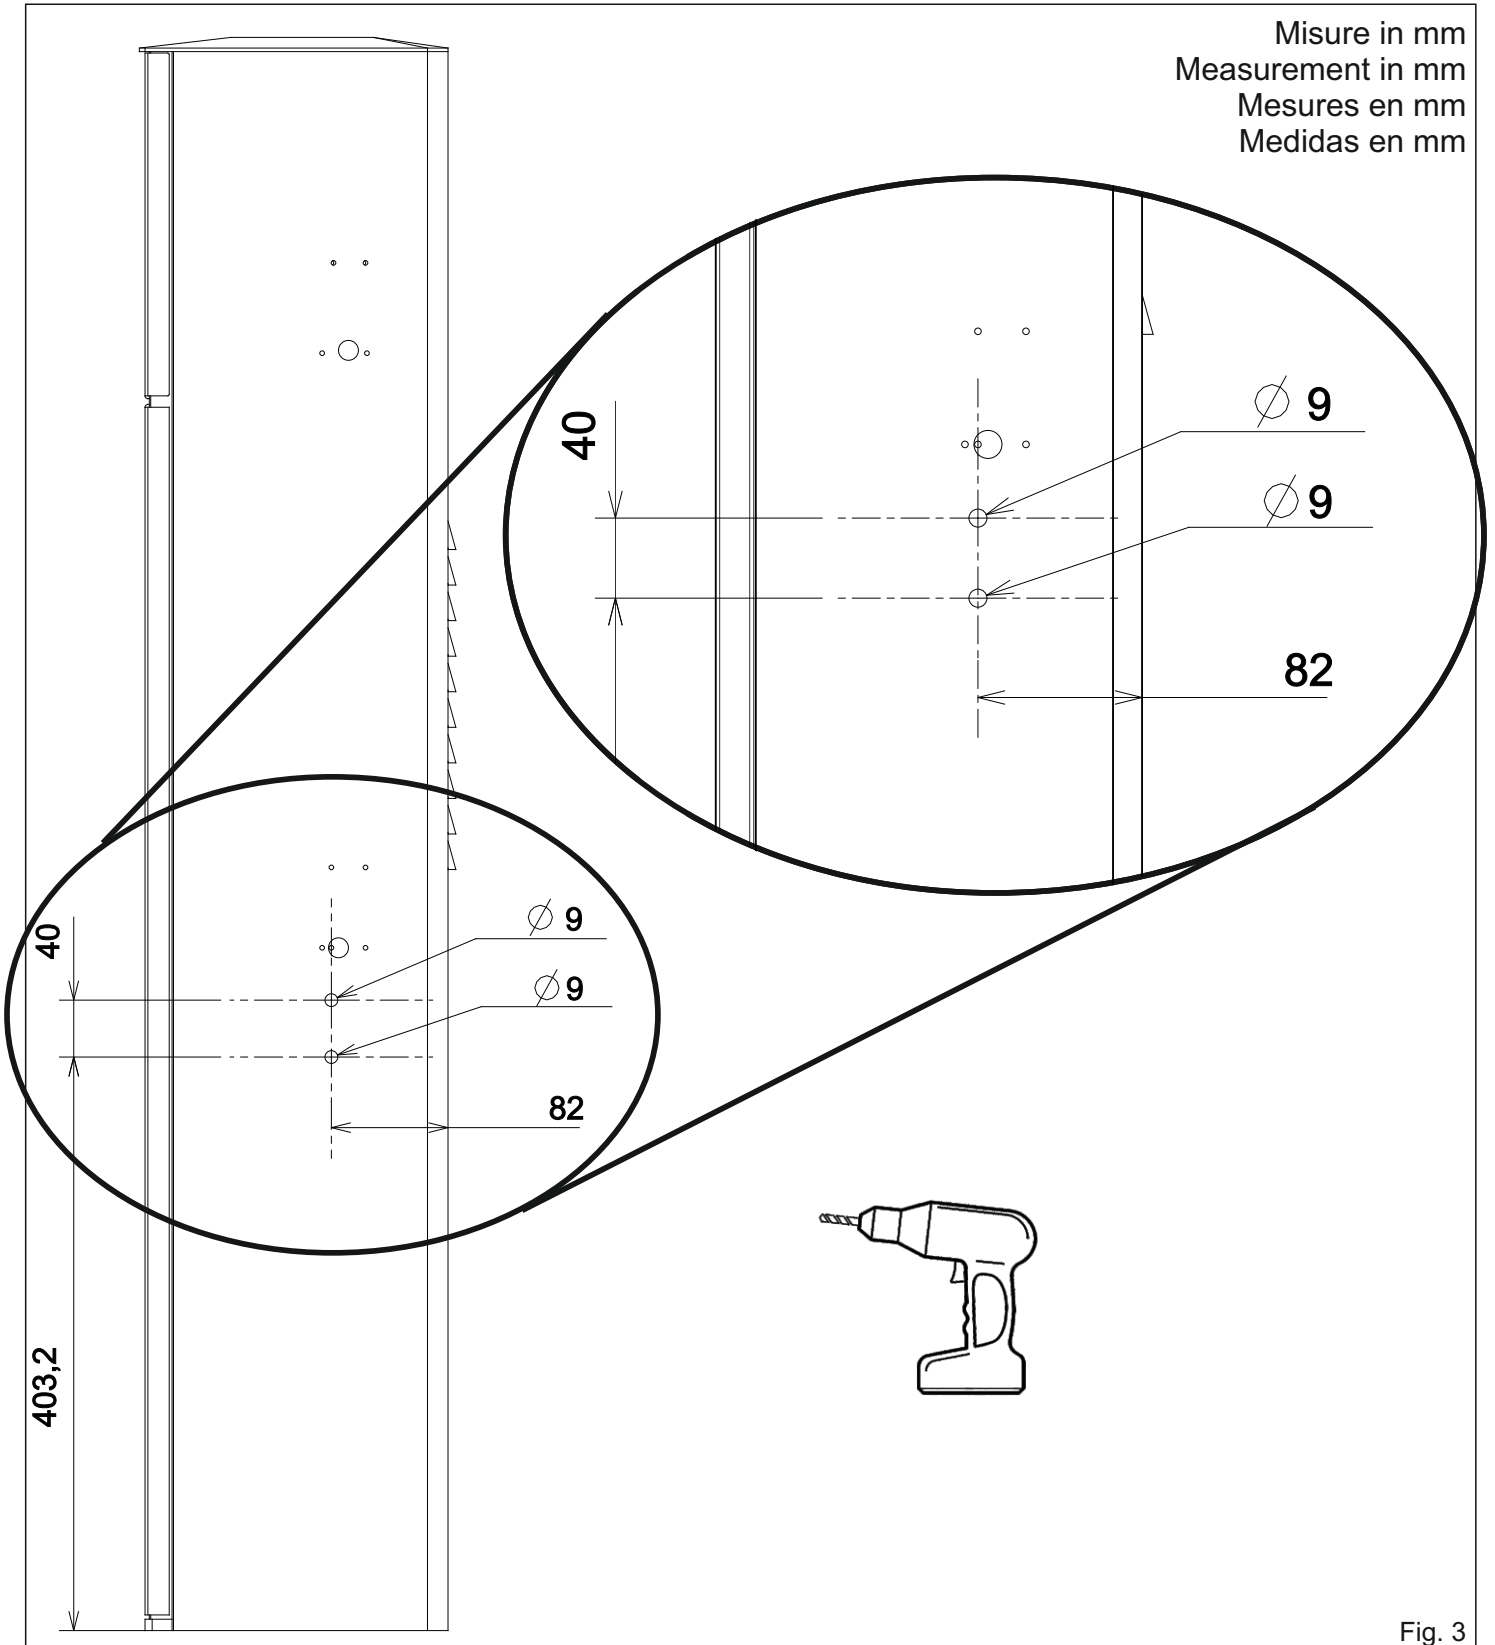

Fig. 3
- 1) Praticare i fori di fissaggio sul corpo della barriera seguendo lo schema mostrato in Fig. 3
- 1) Drill the fixing holes on the body of the barrier following the diagram shown in Fig. 3
- 1) Percez les trous de fixation sur le corps de la barrière en suivant le schéma de la Fig. 3
- 1) Realizar los agujeros de fijación en el cuerpo de la barrera siguiendo el diagrama en Fig. 3